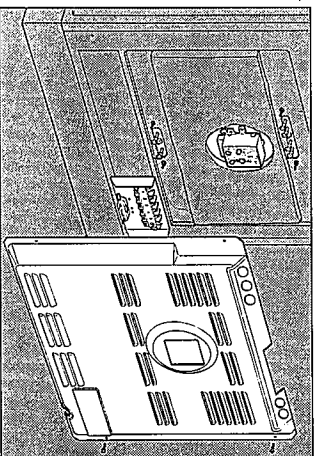

Fig. 22
- Enlever l'arrière de la cuisinière (fig. 22).
- Déplacer les cavaliers de liaison sur les bornes (fig. 22), en suivant le schéma de la fig. 23. Ce schéma est également reproduit sur la partie postérieure de la cuisinière.